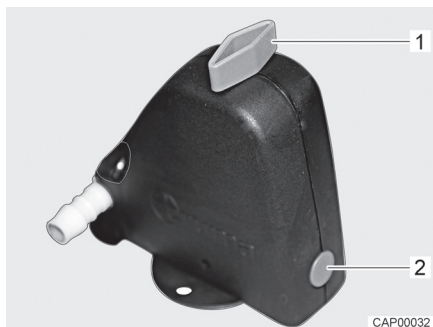
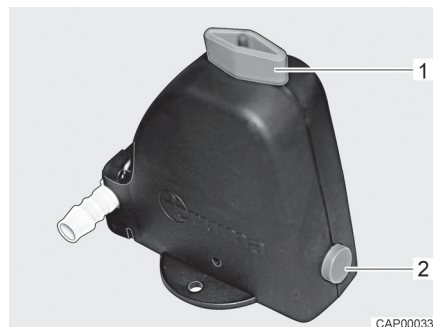

Fig. 75 Valvola di sicurezza/di scarico chiusa
Fig. 76 Valvola di sicurezza/di scarico aperta
- Aprire la valvola di sicurezza/di scarico (Fig. 75). A tal fine ruotare la manopola (Fig. 75,1) nel senso della lunghezza della valvola di sicurezza/di scarico. Il bottone automatico (Fig. 75,2) scatta all'infuori. La valvola di sicurezza/di scarico aperta è rappresentata in Fig. 76.